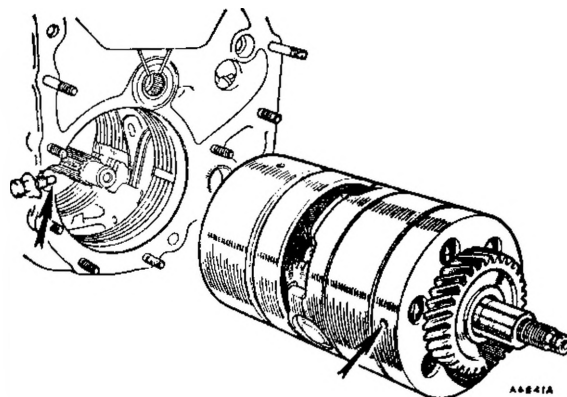

Fig. Fa. 10
13. Togliere il bullone di arresto (figura Fa. 10) e togliere il treno di ingranaggi che comprende la frizione della 4a velocità e della retromarcia unitamente al cuscinetto a rullini Torrington e la rosetta di acciaio e la frizione della
44. Assicurarsi che i pattini di attrito della frizione della 4a e della retromarcia scorrano liberamente prima di procedere all'installazione del treno degli ingranaggi sulla trasmissione. Disporre in giusta posizione i nastri della 2a, 3a e retromarcia sulla scatola e rimontare il treno degli ingranaggi, ricorrendo esclusivamente alla leggera pressione manuale per effettuarne l'assestamento nella sede corretta. La rapida rotazione dell'ingranaggio secondario sarà utile per l'innesto facile dei pattini di attrito della frizione della 4a velocità e della retromarcia. Una volta installato il tutto in base alle istruzioni qui riportate, la vite di riferimento si innesterà con facilità sul supporto a ruota libera (vedi la figura Fa. 10).